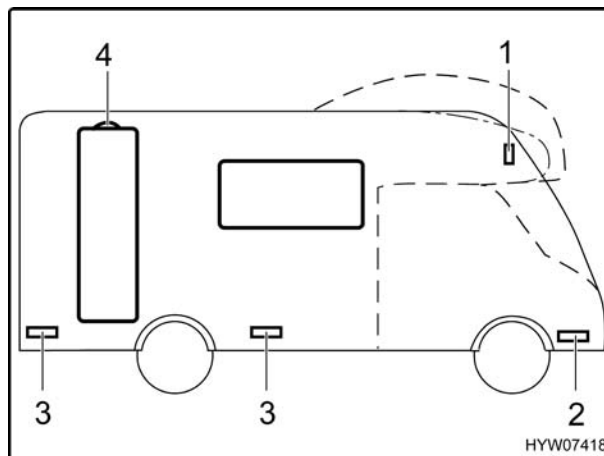

Fig. 202 Luci laterali (Camp GT, Tramp GT, Classe B, B Star-Line)
**Camp GT, Tramp GT, Classe B, B Star-Line****Luce di sagoma (Fig. 202,1) (eccetto Tramp GT)**
**Indicatore di direzione (Fig. 202,2)**
**Luce di ingombro (Fig. 202,3)**
**Luce tenda veranda (Fig. 202,4)**